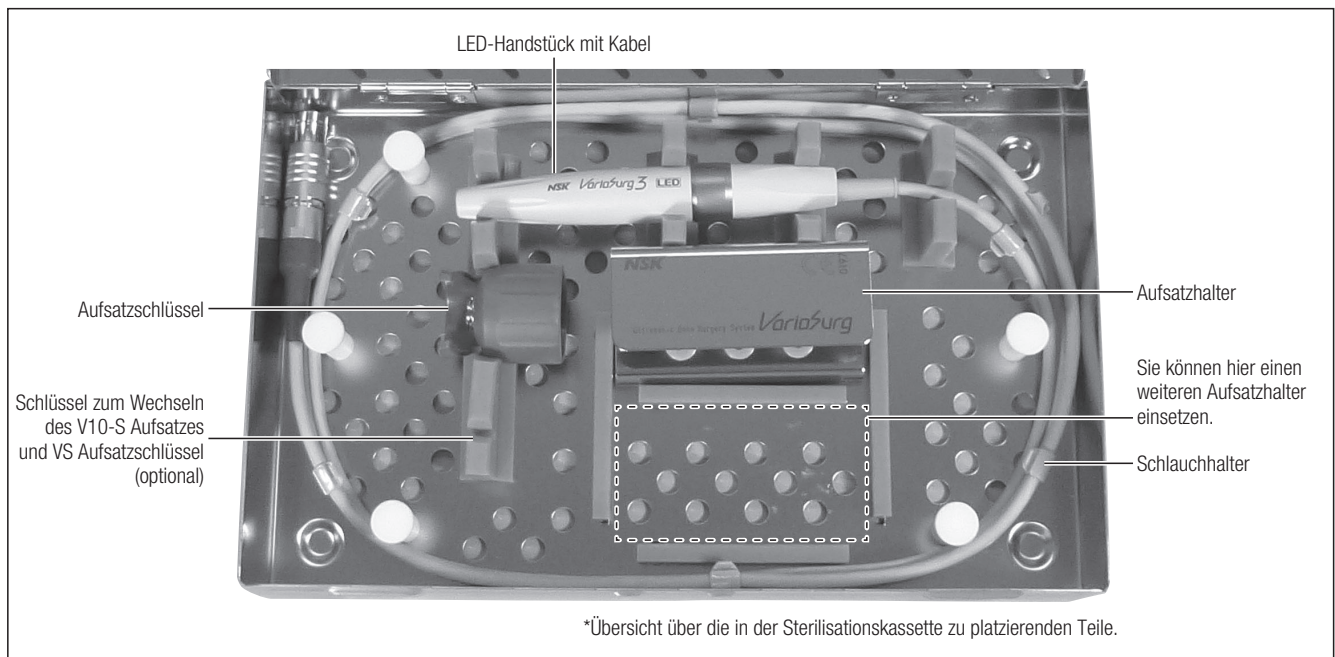

Abb. 23
- 1) Legen Sie das Handstück mit Kabel und den Aufsatzschlüssel in die Sterilisationskassette. (Abb. 23)